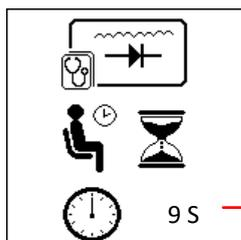

Fig.54
11. Mentre il motore è ancora in funzione, assicurarsi che l'aria condizionata sia spenta e che i fari (anabbaglianti e abbaglianti) siano accesi. Premere il tasto di conferma  per continuare e il display cambierà come mostrato nella Fig.54 di seguito: